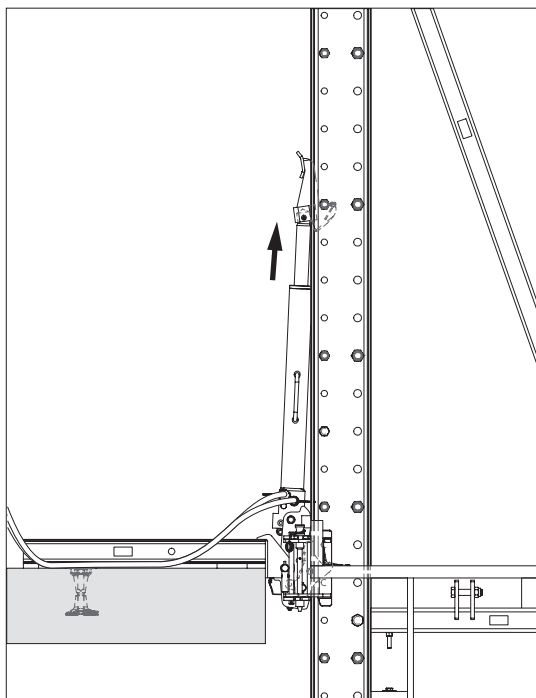

Fig. D4.07
2. Ripetendo più volte i punti da 3 a 6, l'unità del sistema di ripresa viene gradualmente fatta salire verso l'alto con incrementi di 50 cm. (Fig. D4.07)